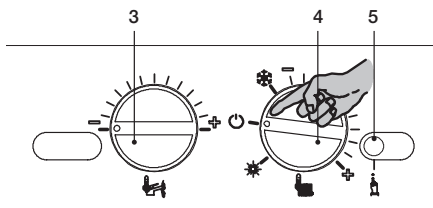

Рисунок 9.6
- Установите регуляторы панели управления так, как показано на рисунке (см. Рисунок 9.6).
- Чтобы получить доступ к функции «трубочист», войдите в режим программирования, нажав и удерживая в течение 15 с кнопку сброса 5 (Рисунок 9.6) до появления параметра P01. На ЖК-дисплее последовательно отобразятся следующие символы (параметр P01 будет загораться поочередно с --- --).
- Нажмите кнопку сброса 5 (Рисунок 9.6) и пролистайте параметры, пока не дойдете до параметра, предназначенного для настройки функции «трубочист». На ЖК-дисплее последовательно отобразятся следующие символы (параметр P09 будет загораться поочередно с 00).